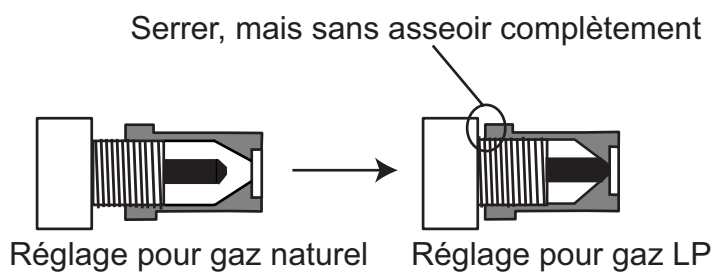

Figure 5: Conversion de l'orifice de grill
3. Régler l'orifice du grill. L'orifice se trouve à l'arrière du brûleur de grill sur la paroi arrière du four. (Voir figure 5). Utiliser un tourne écrou d'une profondeur